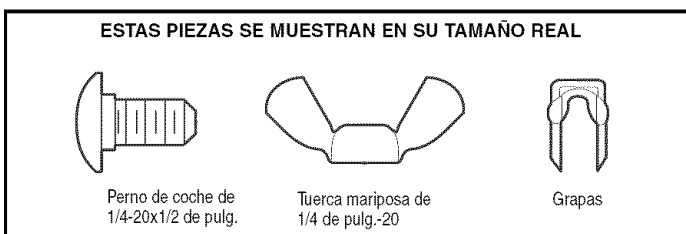

Figura 1 MONTAJE DE GUÍA DE PUERTA (LADO DERECHO)
- Deslice los brazos curvos sobre la orilla redondeada de cada uno de los carriles de la puerta, con los brazos curvos apuntando hacia la puerta. Colóquelos en su posición contra el costado del carril. Debe quedar ras, con el reborde pegado a la orilla posterior del carril, como se ilustra en la Figura 1.